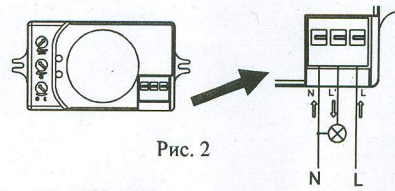

Рис. 2
4.4. Подключить к датчику питание и нагрузку в соответствии со схемой подключения (рис. 2).